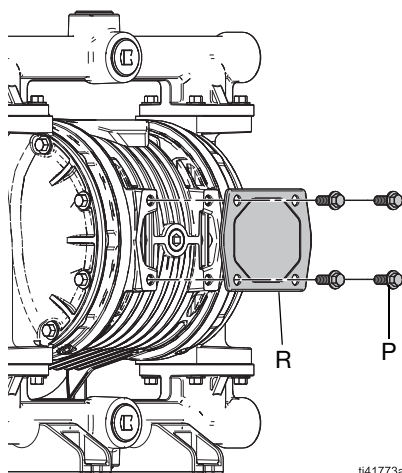

ABB. 6: Entfernen Sie die Befestigungen und die Platte, nur Pumpen, die für den Einsatz in explosiven Atmosphären oder Gefahrenbereichen (klassifiziert) sind
2. **Nur für den Einsatz in explosiven Atmosphären oder Gefahrenbereichen (klassifiziert) zertifizierte Pumpen:** Entfernen Sie die Befestigungen (P) und die Platte (R). Siehe **ABB. 6**.